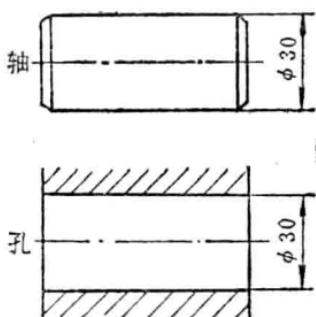

图14 直径尺寸的注法
1. ϕ ——表示直径的符号，注在尺寸数字的前面，一般多用来表示圆柱形的轴和孔的大小。如图 14，表示轴和孔的直径尺寸是 30 毫米。直径符号“ ϕ ”是一个希腊字母，可以用手直接画成，首先画出圆圈，再用约 $45^{\circ} \sim 60^{\circ}$ 的倾斜线穿过圆圈。符号的大小应同尺寸数字的大小一样，并且高度应当一致，如 $\phi 58$ 。